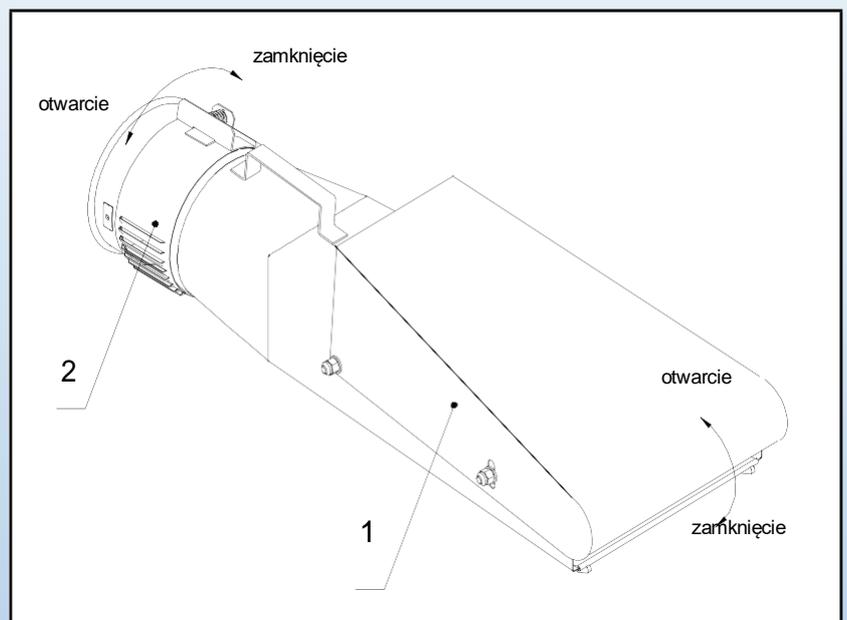

Fig.8 Boquilla (1 - Cubierta; 2 - Apertura)
Para que el transportador funcione correctamente y con una eficiencia óptima, se debe cumplir con la proporción correcta de granos y aire aspirados. Si el aire es demasiado, la eficiencia de la máquina será baja. Si hay muy poco aire, esto ocasiona que el grano se quede en la tubería obstruyendo la línea de succión. El ajuste de la relación aire-grano se realiza a través de la boquilla montada en el extremo de la manguera de succión (Fig. 8).
La boquilla tiene dos ajustes: la primera, usando una cubierta móvil (1) - vea la Fig. 8, cambie el ancho de la ranura de entrada de grano; para el trigo, el ancho debe ser de aproximadamente 15 mm. Para cambiar el ancho de la ranura, afloje todas las tuercas M8 que sujetan la cubierta, establezca el ancho deseado y vuelva a apretar las tuercas.